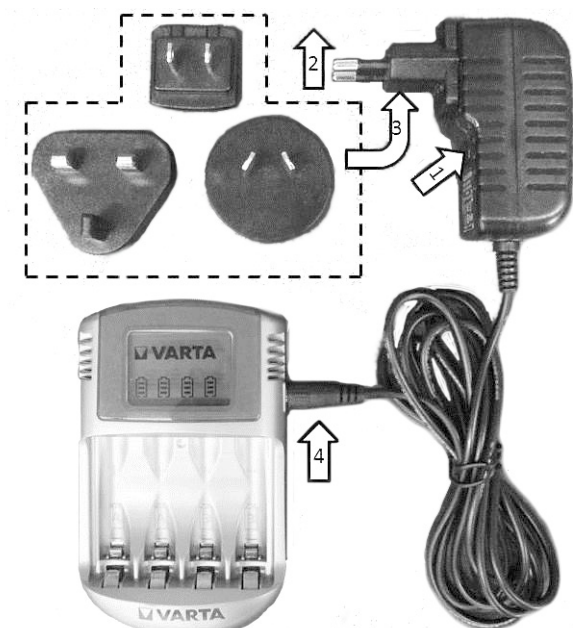

Fig. 3-2 Schimbarea conectorului, conectarea unității de încărcare
- apăsați butonul de pe partea inferioară a fișei de alimentare și mențineți-l apăsat (1, Fig. 3-2)